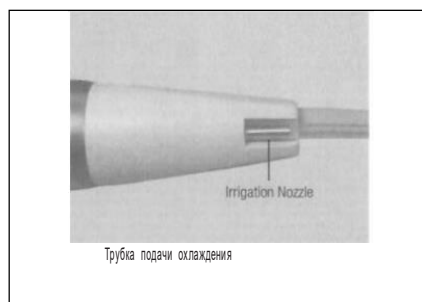

Рис. 11
- 4) Вставьте другой конец ирригационного шланга в трубку подачи охлаждения наконечника (Рис. 11).